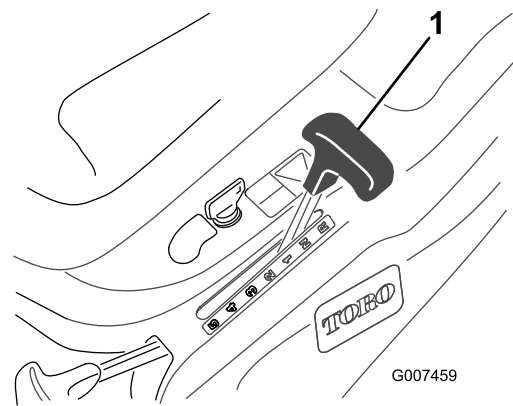

Bild 9
3. Stellen Sie den Fahrgeschwindigkeitshebel auf Neutral (N) (Bild 9).